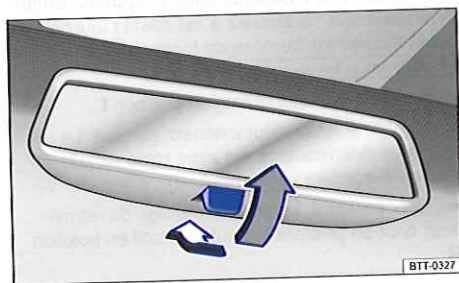

Fig. 97 Sur le pare-brise : rétroviseur intérieur jour/nuit manuel.
- Pour sélectionner la position nuit, tirez le levier vers l'arrière $\Rightarrow$ fig. 97.